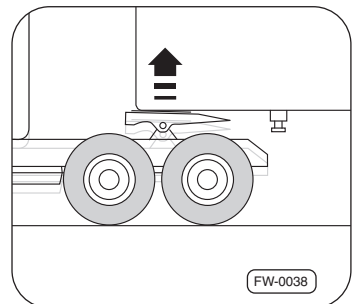

Abb. 15 · Luftfederung anheben
8. Die Sattelkuppung mit Hilfe der Luftfederung anheben, bis der Auflieger leicht angehoben wird ⇒ Abb. 15.